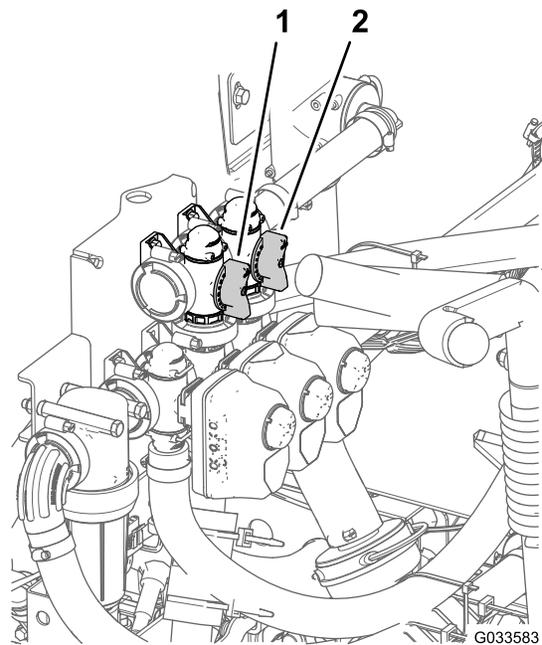

Рисунок 86
11. Отрегулируйте клапан перепуска перемешивания (**Рисунок 86**) на задней стороне клапана перемешивания таким образом, чтобы показание давления по манометру составило 6,9 бара.
8. С помощью ручки главного перепуска стрелы отрегулируйте интенсивность перемешивания в баке (Рисунок 86).